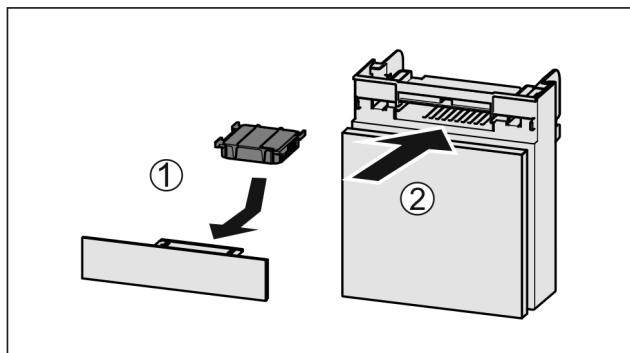

Fig. 57
- Umetnite filter s aktivnim ugljenom kao što je prikazano na slici Fig. 57 (1).
- Umetnite pretinac Fig. 57 (2).